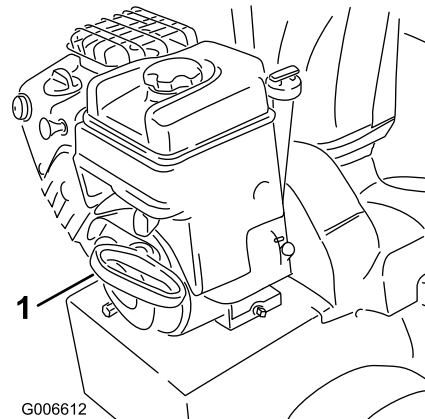

Bild 23
7. Ziehen Sie den Rücklaufstarter (Bild 23).